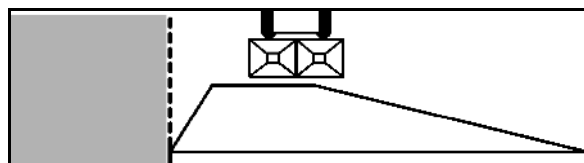

Bild 47
1. Gränsspridning enligt gödselförordningen (Bild 47):